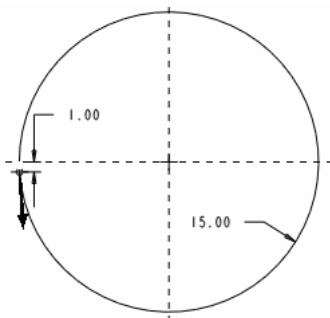

图 32-3
- (2) 在弹出的【扫描轨迹】菜单中，单击【草绘轨迹】命令，以绘制扫描轨迹。
- (3) 选择 FRONT 基准面为草绘平面，单击【方向】菜单中的【正向】选项。
- (4) 单击【草绘视图】菜单中的【缺省】选项，系统自动进入草绘工作环境。
- (5) 绘制如图 32-3 所示的圆弧作为扫描轨迹。